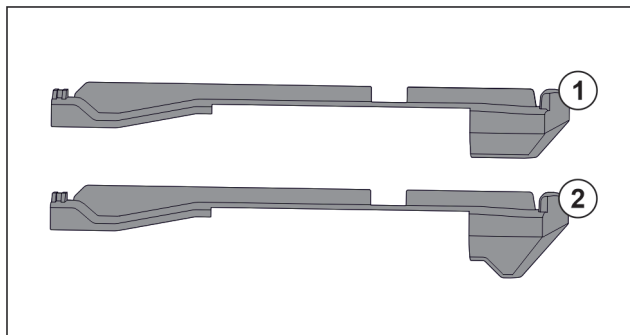

Fig. 195 对比插装件
冰箱中有两种不同的插装件。最底部抽屉上方的插装件 Fig. 195 (2) 有一个三角形的边缘。其他所有的插装件 Fig. 195 (1) 都有一个直的边缘。
- ▶ 将带有三角形边缘的插装件 Fig. 195 (2) 安装在最底部抽屉上方。
- ▶ 将带有直边缘的插装件 Fig. 195 (1) 安装到所有其他的位置上。